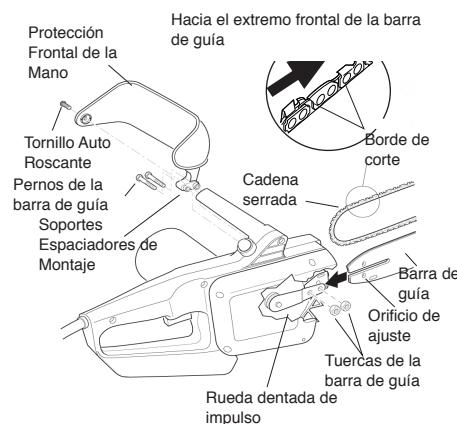

Figura 2 - *Ensamble de la Barra Guía, Cadena y Protección para la mano*
2. Instale la protección frontal de la mano en el cuerpo de la sierra. Haga esto presionando los dos soportes separadores de montaje de la Protección para la mano hacia los orificios de forma hexagonal en el cuerpo de la sierra (vea la Figura 2).
8. Coloque la cadena alrededor del piñón impulsor, luego a lo largo de la ranura superior de la barra guía y alrededor de su punta curva. Nota: Asegúrese que los bordes cortantes de la cadena estén con dirección hacia la derecha. Coloque la cadena de modo que los bordes cortantes de la parte superior de la barra guía estén con dirección hacia la punta curva de la barra guía (vea la Figura 2).